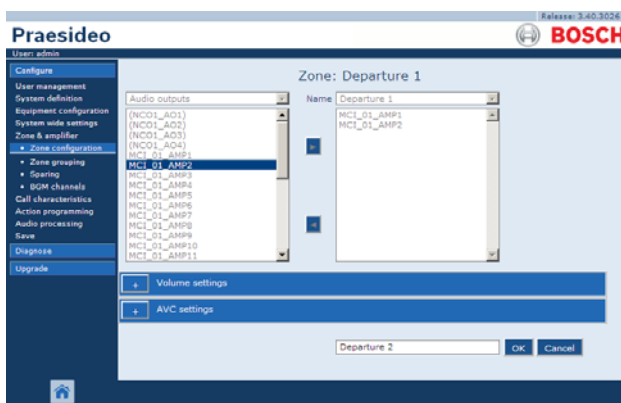

рисунок 46.4: Добавление зоны, шаг 2
- 2 Нажмите кнопку *Add (Добавить)* и введите название для новой зоны в текстовом блоке в нижней части страницы. Например, *Departure 2* (см. рисунок 46.4). Название может содержать до 16 символов.